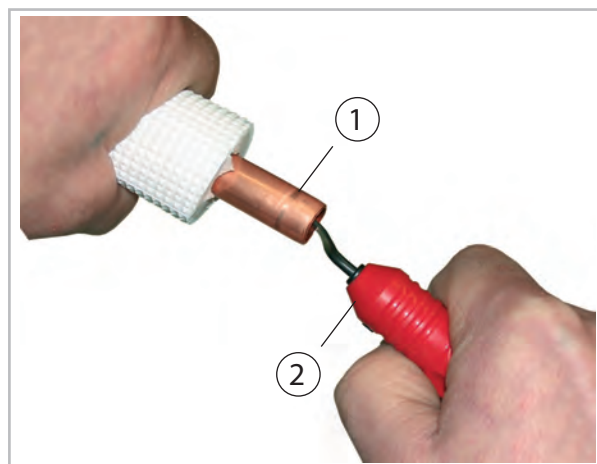
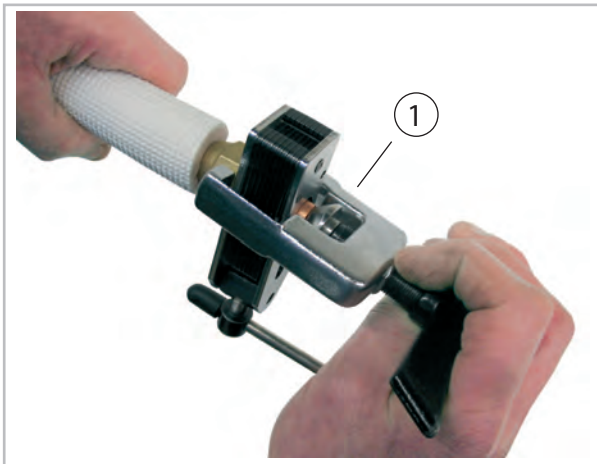

Abb. 32: Entgraten der Kältemittelleitung
Abb. 33: Bördeln der Kältemittelleitung
8. ➤ Bearbeiten Sie die verlegten Kältemittelleitungen wie im Folgenden dargestellt (Abb. 32 und Abb. 33).